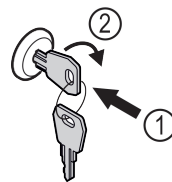

Fig. 166
- ▶ Sleutel erin duwen. Fig. 166 (1)
- ▶ Sleutel 90° rechtsom draaien. Fig. 166 (2)